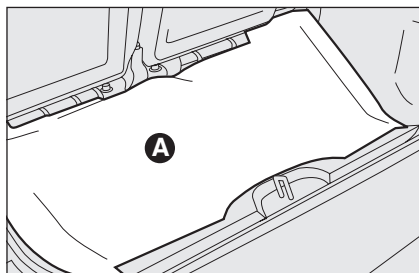

Abb. 3
- ☐ Den Bodenbelag **A-Abb. 3** im Gepäckraum anheben.
- ☐ Das Notrad **D-Abb. 3** im Gepäckraum in die dafür vorgesehene Mulde legen.